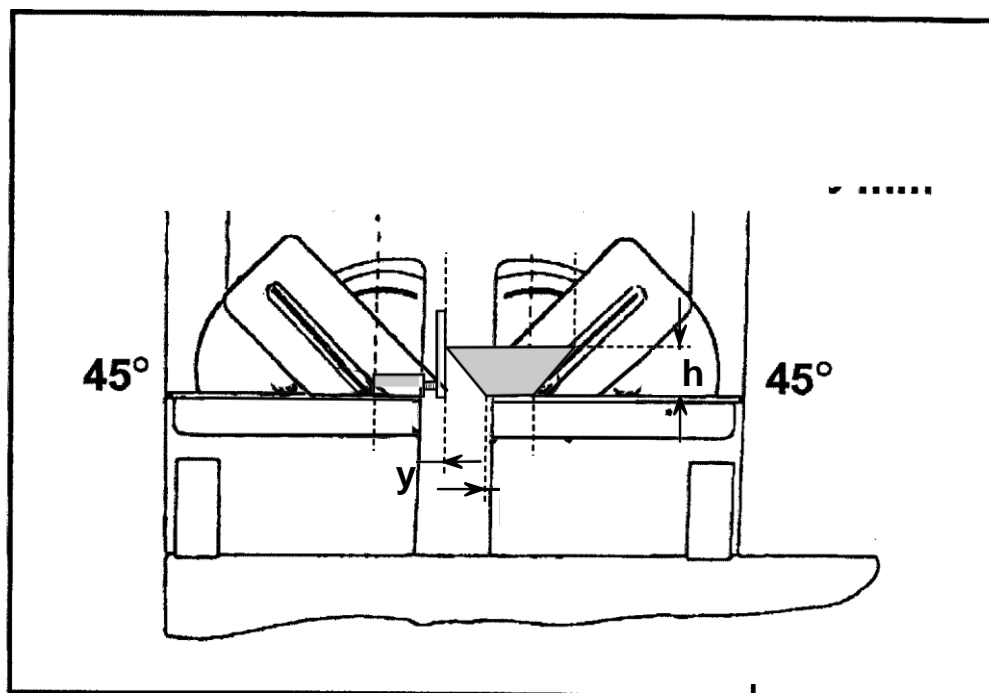

Fig. 08-07
2. Retirar a peça com topo e inserir o batente móvel como indicado na **Fig. 08-07**